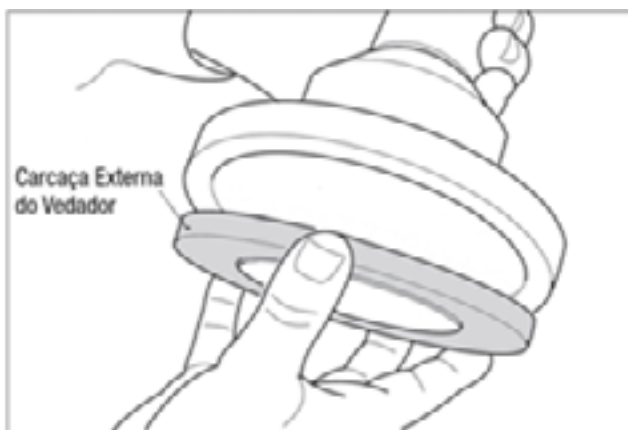

Fig. 4.9
4. Insira o vedador na ferramenta de montagem MST4410 - CT26 (Fig. 4.9)